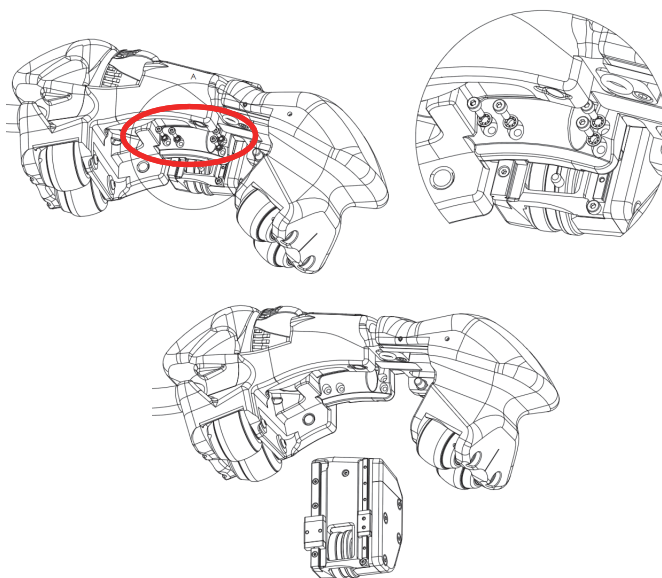

图 5-2 更换编码器
1. 使用一个1.5毫米艾伦内六角扳手，取下编码器的4个螺钉（参见第46页的图 5-2）。